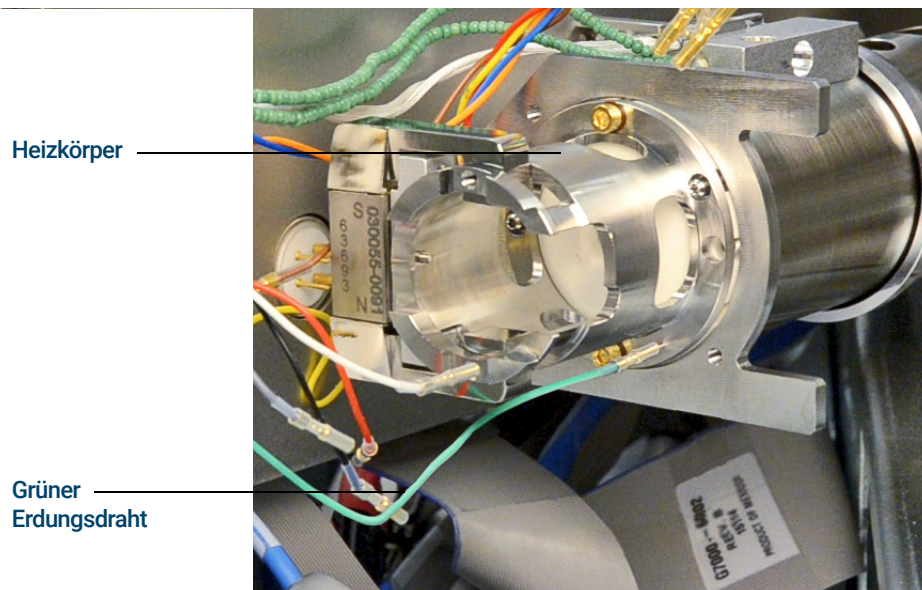

Abbildung 74. CI-Quellen-Heizkörper
- 2** Verbinden Sie den grünen Erdungsdraht mit dem Heizkörper. (Siehe **Abbildung 74**.)